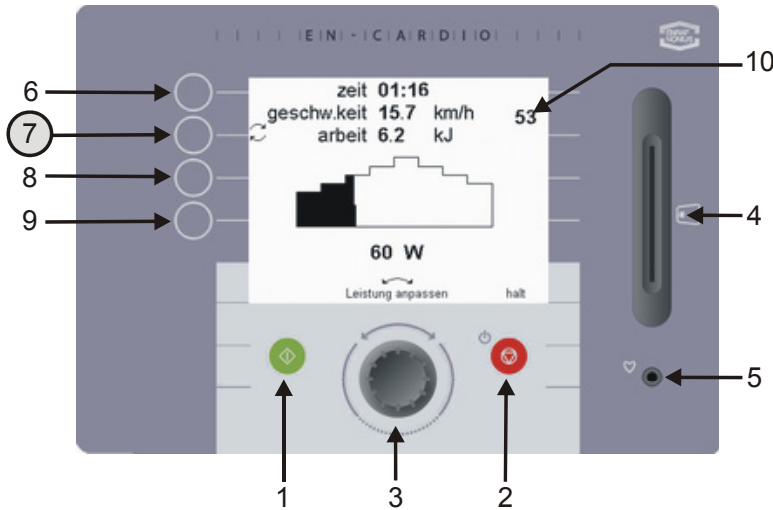

Abbildung 11 Änderung der Anzeige im Übungsfenster
Durch Betätigung der grünen Taste (1) startet man das Training; daraufhin erscheint das Übungsfenster. (Abbildung 11)